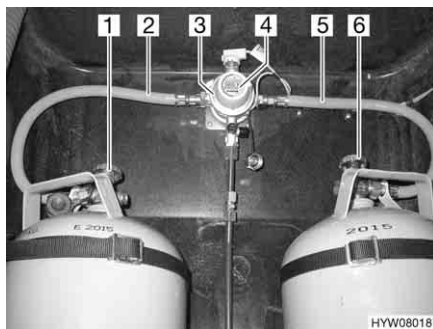
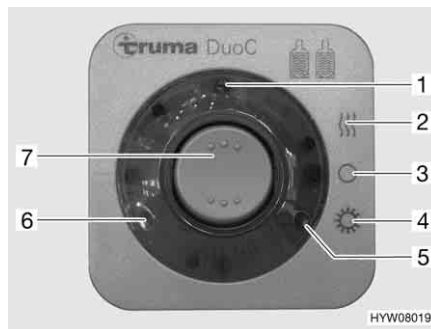

Fig. 57 Impianto di commutazione DuoControl
Fig. 58 Centralina di controllo
L'impianto di commutazione DuoControl è costituito da una valvola di commutazione (Fig. 57,3) e da una centralina di controllo (Fig. 58). La valvola di commutazione è installata tra i tubi del gas (Fig. 57,2 e 5). Con la manopola (Fig. 57,4) sulla valvola di commutazione è possibile stabilire, quale delle bombole del gas viene utilizzata come bombola in uso e quale bombola del gas viene utilizzata come bombola di riserva.
Sulla centralina di controllo (Fig. 58) possono venire azionate solo le funzioni elettriche. Le valvole principali di arresto delle bombole del gas (Fig. 57,1 e 6) devono essere aperti manualmente.
La valvola di commutazione garantisce una pressione del gas costante, indipendentemente da quale bombola provenga l'alimentazione del gas. Le due spie di controllo sulla centralina di controllo indicano il livello di riempimento della bombola in uso. Se è accesa la spia di controllo verde (Fig. 58,6), la bombola in uso è piena. Se è accesa la spia di controllo rossa (Fig. 58,5), la bombola in uso è vuota. Il rifornimento di gas avviene poi tramite la bombola di riserva.
- Aprire le valvole principali di arresto delle bombole del gas (Fig. 57,1 e 6).
- Con la manopola (Fig. 57,4) sulla valvola di commutazione (Fig. 57,3) selezionare la bombola del gas, da cui proviene la principale alimentazione del gas (bombola in uso).
- Sulla centralina di controllo (Fig. 58) attivare l'impianto di commutazione DuoControl.
Posizionare l'interruttore a bilico (Fig. 58,7) su funzionamento invernale "On e riscaldamento" (Fig. 58,2) oppure su funzionamento estivo "On" (Fig. 58,4). La valvola di commutazione è ora disareata. La spia di controllo gialla (Fig. 58,1) è accesa, se si seleziona la modalità di funzionamento invernale e l'impianto antighiaccio con regolatore è attivato.
- Portare l'interruttore a bilico (Fig. 58,7) in posizione "O" (Fig. 58,3). La spia gialla di controllo (Fig. 58,1) si spegne.
- Chiudere le valvole principali di arresto delle bombole del gas (Fig. 57,1 e 6).
Le spie di controllo sulla centralina di controllo (Fig. 58,5 e 6) segnalano all'interno del veicolo, se la bombola in uso è pronta al funzionamento.
Se la spia di controllo verde (Fig. 58,6) si spegne durante il funzionamento e la spia di controllo rossa (Fig. 58,5) si accende, significa che la bombola del gas selezionata come bombola in uso è vuota e deve essere sostituita. La bombola di riserva continua ad alimentare le utenze a gas.